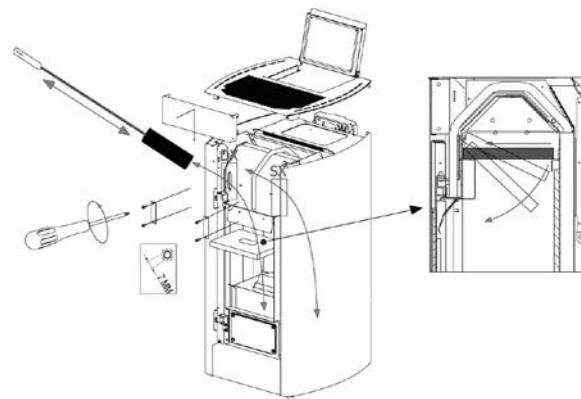

Fig. 39 - Reiniging
- De bovenste deflector verwijderen (zie **Fig. 39**), eventueel de as opzuigen en de wanden van de verbrandingskamer reinigen.